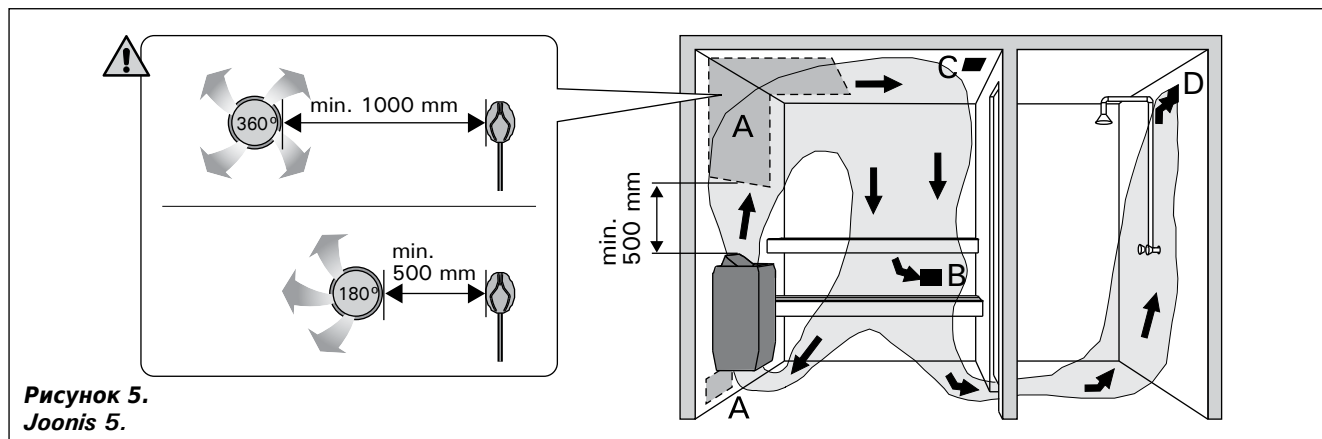

Рисунок 5.
Воздух в сауне должен заменяться шесть раз в час. На рис. 5 показаны варианты вентиляции сауны.
**Вентиляционное окно не должно охлаждать температурный датчик. См. рис. 5.**